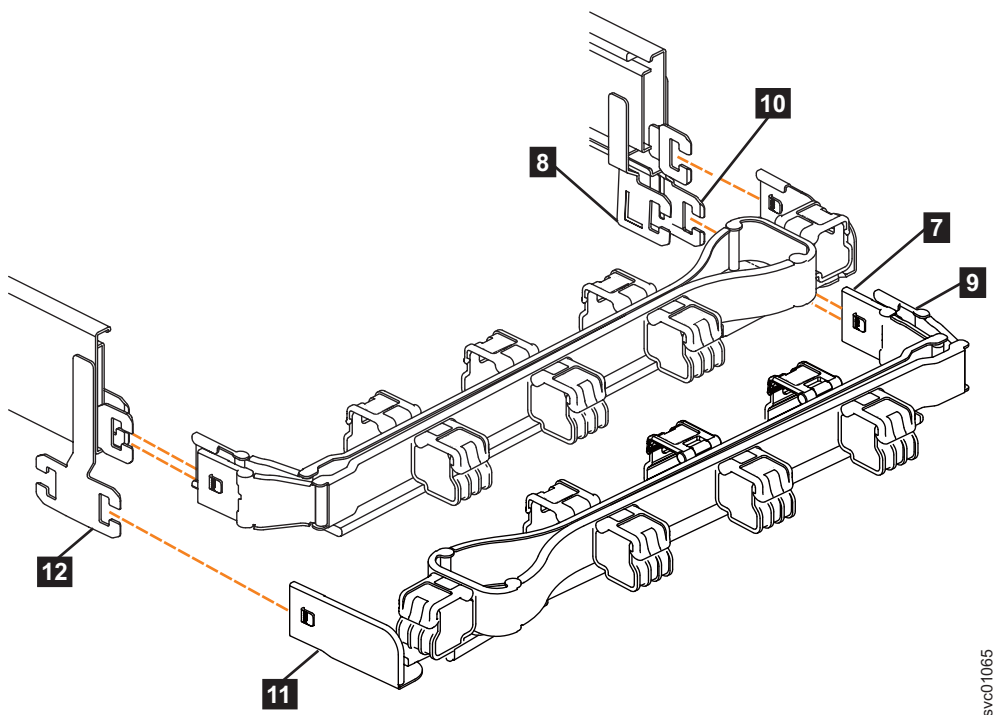

图 77. 比较 CMA 组合件的组件位置
注：连接下部 CMA 组合件的过程与连接上部 CMA 组合件的过程相同。但是，连接器位置颠倒。为便于比较，第 80 页的图 77 显示了与支撑导轨对齐的上部和下部 CMA 组合件。上部 CMA 的支撑导轨连接器连接到右侧导轨上。下部 CMA 的支撑导轨连接器 11 连接到左侧导轨上。
5. 将下部 CMA 组合件的内部连接器 (**7**) 安装到右侧支撑导轨的内部构件 (**8**) 上, 如图 77 中所示。
6. 将下部 CMA 组合件的外部连接器 (**9**) 安装到右侧支撑导轨的外部构件 (**10**) 上, 如图 77 中所示。
7. 将下部 CMA 组合件上的支撑导轨连接器 (**11**) 连接到左侧支撑导轨上的连接器 (**12**) 上, 如图 77 中所示。将下部 CMA 组合件上的支撑导轨连接器 (**11**) 连接到左侧支撑导轨上的连接器 (**12**) 上, 如图 77 中所示。确保将下部 CMA 组合件安全连接到支撑导轨末端的挂钩上。